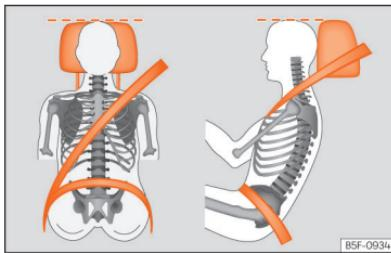

Fig. 18 Faixa do cinto de segurança e encosto de cabeça corretamente regulados.
beça, e nunca abaixo dos olhos. Mantenha a nuca o mais próximo possível do encosto de cabeça »» Fig. 18.
- Ajuste longitudinalmente o banco, de modo a poder carregar a fundo nos pedais com os joelhos ligeiramente fletidos e a ficar uma distância entre a zona dos joelhos e o painel de instrumentos de pelo menos 10 cm [4 polegadas] »» Fig. 18.